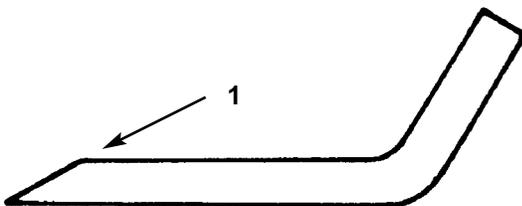

Bild 36
- Die Schnittkanten an beiden Enden des/der Messerbalken mit einer Feile schärfen (Bild 36). Den ursprünglichen Schnittwinkel beibehalten. Der Messerbalken behält seine ursprüngliche Wucht, solange die gleiche Menge Material von beiden Schnittkanten entfernt wird.